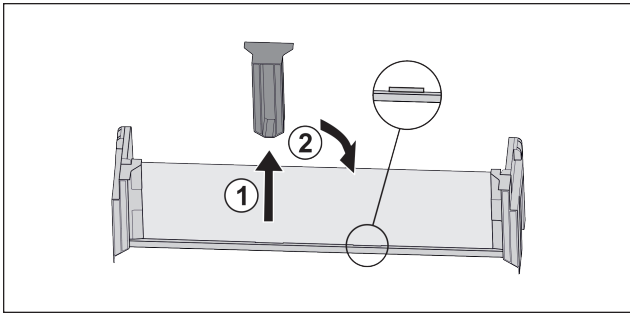

Fig. 28
- Витягнути середню деталь для підтримки Fig. 28 (1).
- Вставити середню деталь для підтримки на друге положення Fig. 28 (2).